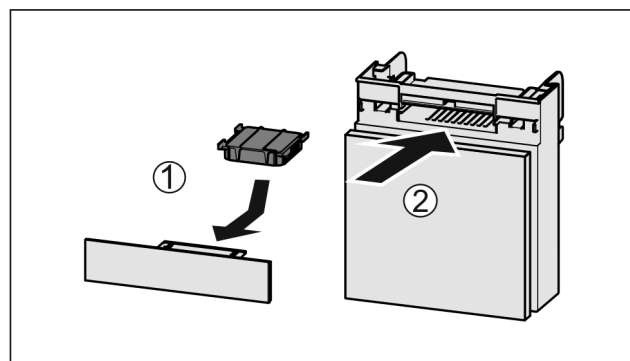

Fig. 226
- Vložte aktívny uhlíkový filter podľa obrázka Fig. 226 (1).
- Zasuňte zásuvku Fig. 226 (2).